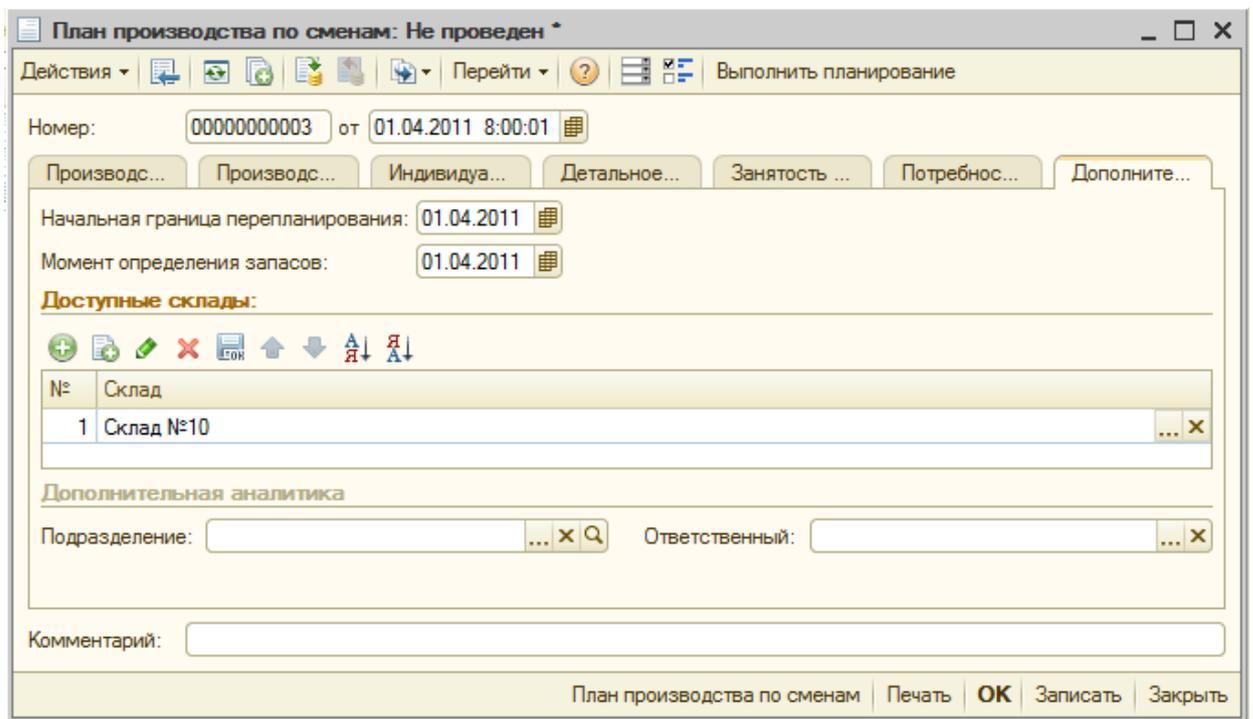

Рисунок 41 - План производства по сменам, вкладка «Дополнительно»
- на закладке «Дополнительно» указана начальная граница перепланирования — дата, раньше которой выпуск продукции назначен быть не может; если к этой дате не все технологические операции будут назначены на рабочие центры, то программа сообщит о невозможности формирования сменного плана (рисунок 41);